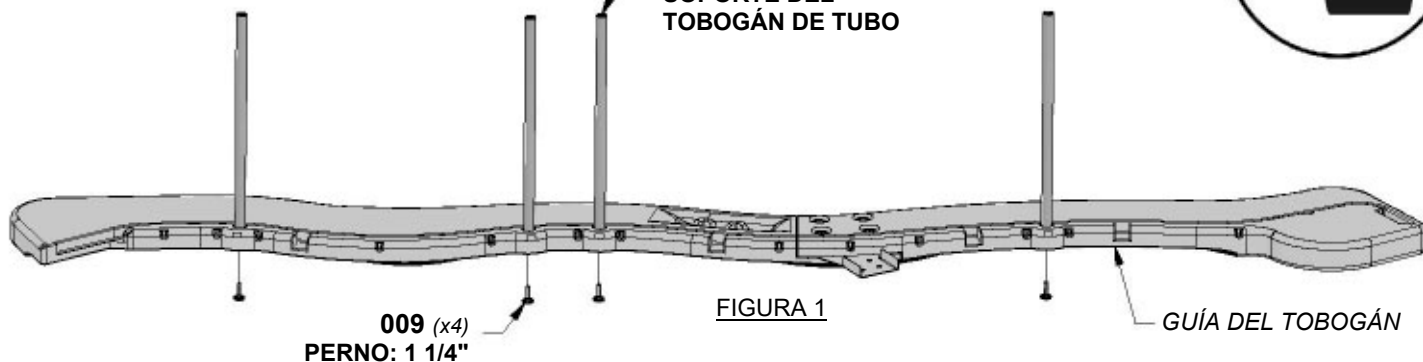

FIGURA 1
INSERTE LOS (4) TUBOS DE SOPORTE DEL TOBOGÁN EN SUS RESPECTIVAS UBICACIONES PILOTO (FIGURA 1).